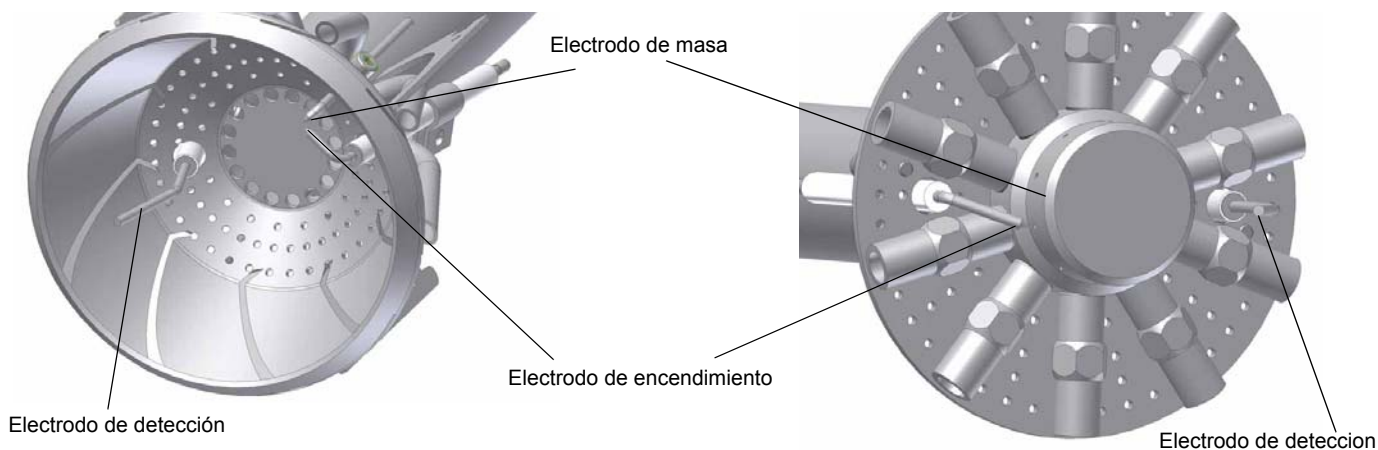

Fig. 52
- Limpie y controle los electrodos de encendido y detección (véase Fig. 52). Controle la señal de detección, siga el esquema de la Fig. 52.
Controlar que la distancia entre el electrodo de encendido y la tierra sea de **4÷5 mm.** (ver Fig. 52).